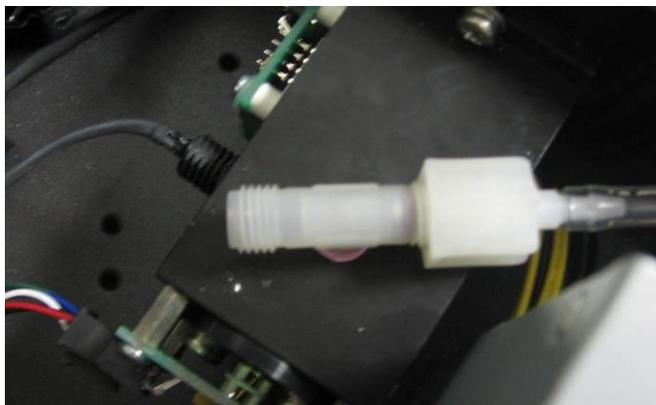

Figure 59 – Pièce en té de la cellule de réaction
3. Déconnecter les tuyaux de la pièce en té située en haut de la cellule de réaction (voir la Figure 59).